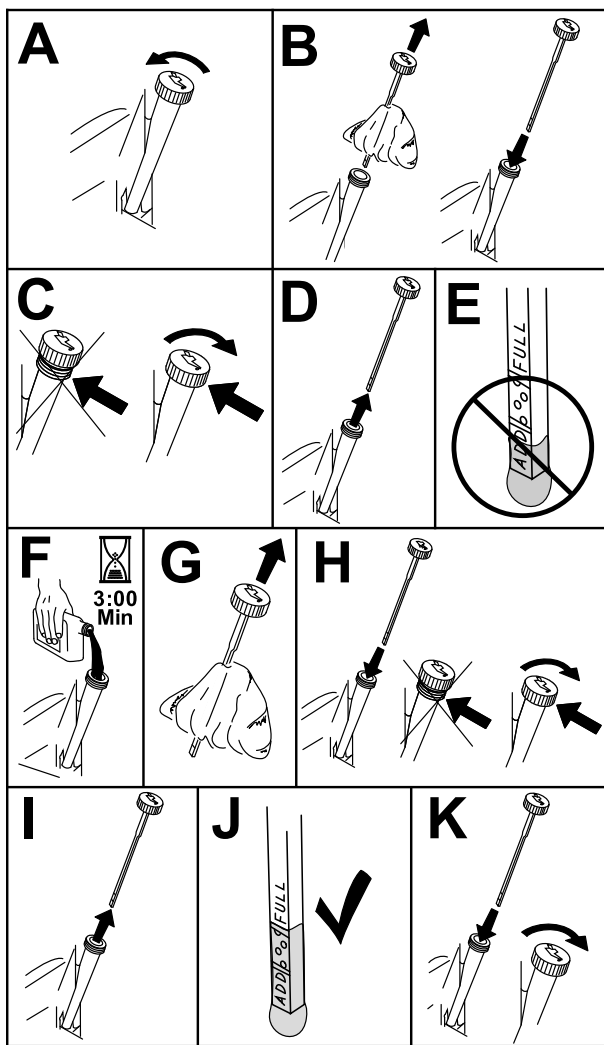

Figura 42
3. Pentru a înlătura murdăria, iarba tăiată etc. departe de motor, curățați zona din jurul rezervorului de ulei și al joiței înainte de a o scoate (Figura 42).